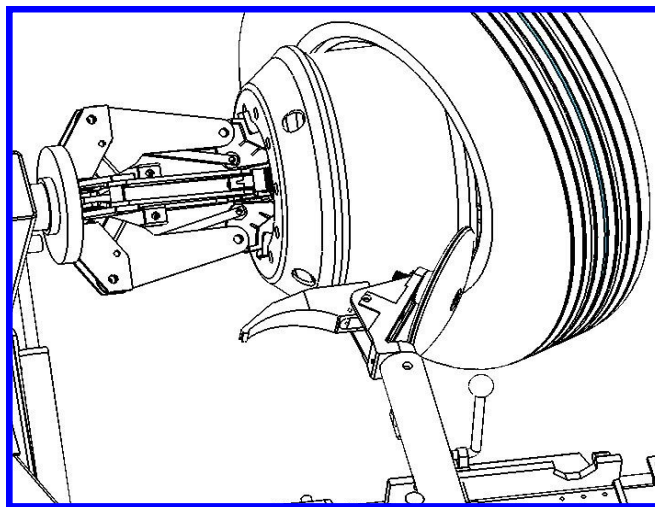

Fig. 9
- 1) Após o destalonamento, use o próprio disco para empurrar ambos os talões para fora do aro (**Fig. 9**)